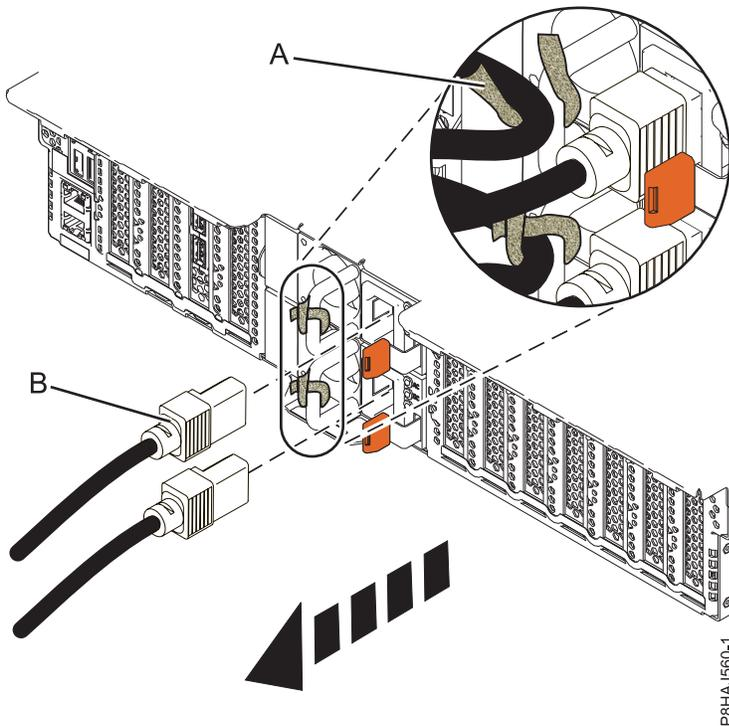
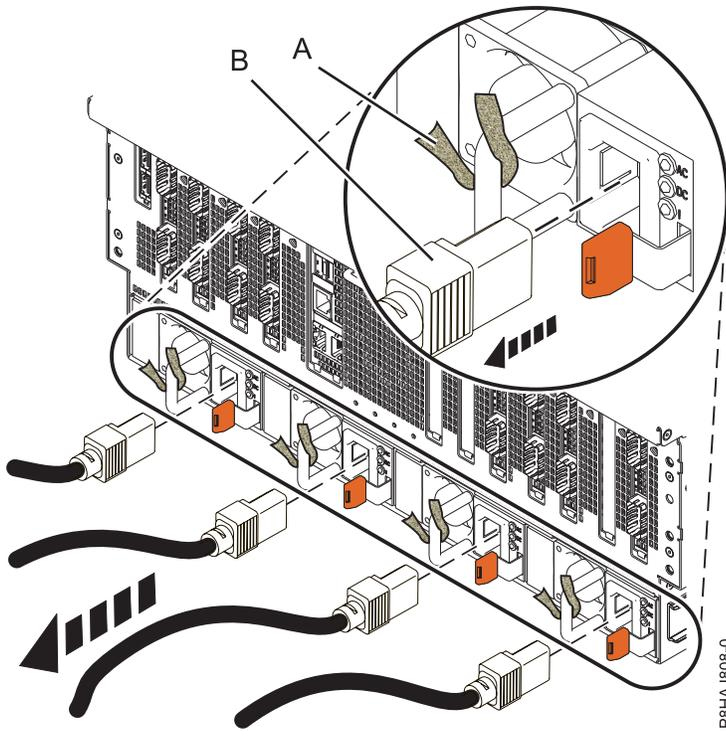

Abbildung 75. Netzkabel bei einem System vom Typ 5148-21L, 5148-22L, 8247-21L, 8247-22L, 8284-21A oder 8284-22A abziehen
Abbildung 76. Netzkabel bei einem System vom Typ 8408-44E oder 8408-E8E abziehen
3. Ziehen Sie die Netzkabel (**B**) von der Systemeinheit ab. Siehe Abbildung Abb. 74 auf Seite 111, Abb. 75 auf Seite 111 oder Abb. 76 auf Seite 112 (abhängig von Ihrem Systemtyp).